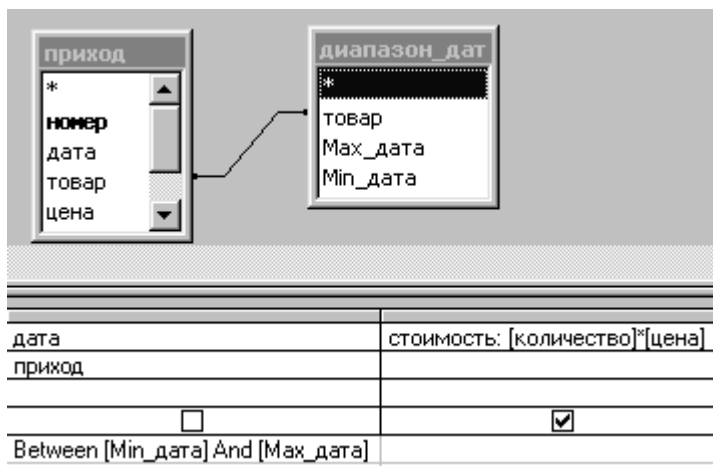

Рис. 103. Связь таблиц
9.1. Отбор данных по диапазону. Создадим простой запрос, в качестве источника данных для которого назначим таблицу «приход». Выберем поля «дата», «товар», «цена» и «количество». Сохраним запрос под именем «диапазон_стоимость». В этом запросе будут отражены поставки товаров за заданный период времени до последней поставки. Диапазон дат для каждого товара будет свой и в общем случае различный. Откроем запрос в режиме конструктора, щелкнем правой клавишей в его верхней части (в области таблиц) и выберем строку «Добавить таблицу». В открывшемся окне перейдем на заставку «Запросы», выберем запрос «диапазон_дат» и нажмем «Добавить», после чего окно «Добавление таблицы» закроем. Установим связь между таблицей «приход» и запросом «диапазон_дат» по полю «товар». Для этого нажмем левую клавишу мыши на поле «товар» в окне таблицы «приход», не отпуская клавиши, перетащим указатель на поле «товар» в окне «диапазон_дат». Теперь два одноименных поля соединены линией, что означает установление связи (рис. 103)! Если по линии связи дважды щелкнуть левой клавишей, появится окно «Параметры объединения». По умолчанию мы получили объединение только тех записей, в которых связанные поля обеих таблиц совпадают. Это нас вполне устраивает. Осталось только добавить в запрос поля «Min_дата» и «Max_дата». Для этого надо в окне «диапазон_дат» дважды щелкнуть левой клавишей по соответствующим полям. В строке «Условие отбора» для поля «дата» зададим условие: `Between [Min_дата] And [Max_дата]`. В строке «Вывод на экран» погасим галочку у полей «дата», «Min_дата» и «Max_дата», так как вывод на экран этих полей в дальнейшем не нужен. И, наконец, создадим в запросе вычисляемое поле «стоимость: [количество]*[цена]». В рабочем режиме построенный запрос будет иметь вид, представленный на рис. 104.